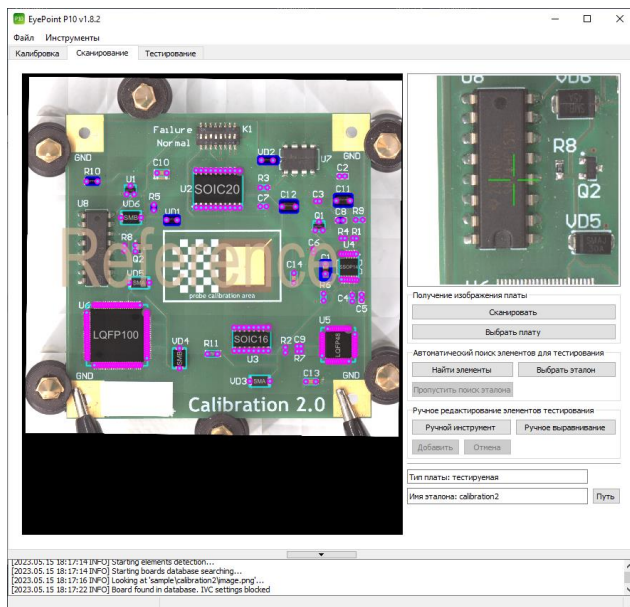

Рисунок 27. Подставленное изображение эталона с наложенными точками ПО EyePoint P10b.
- 2.4. В рабочей зоне вкладки «Сканирование» покажется изображение платы эталона с наложенными на него точками и водяным знаком «Reference» (Рисунок 27).